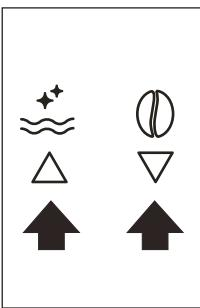
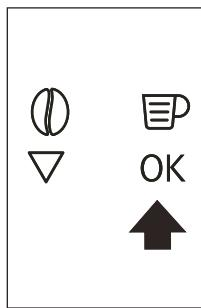

Рис. 9
Рис. 10
- Используйте значки Δ ∇ (B7 и B8), чтобы выбрать желаемый язык (рис. 9). Если появляется сообщение PRESS OK TO CHOOSE ENGLISH (ДЛЯ ВЫБОРА АНГЛИЙСКОГО НАЖМИТЕ OK), нажмите и удерживайте значок **ок** (B 9) (рис. 10) в течение 3-х секунд, пока не появится сообщение ENGLISH INSTALLED (УСТАНОВЛЕН АНГЛИЙСКИЙ ЯЗЫК). Чтобы выбрать другой язык, следуйте указаниям раздела «Выбор языка». Если вашего языка нет, выберите язык из доступных на дисплее. В инструкциях используются обозначения на английском языке. Затем выполните инструкции, отображаемые на экране.
- Нажмите сенсорную кнопку **ок** (B9) (Рис. 10) и через несколько секунд из краника польется струйка кипятка.